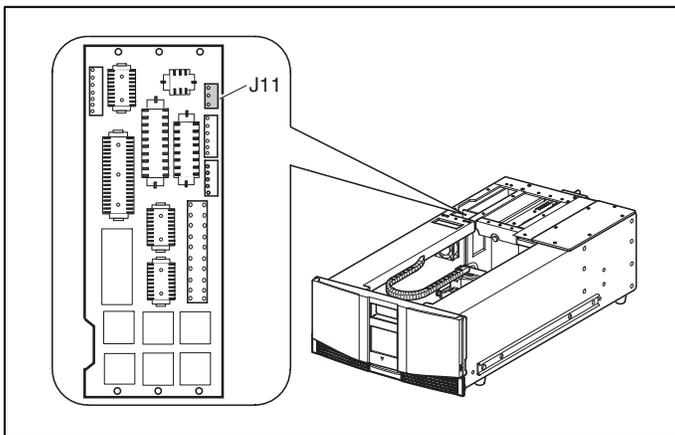

Figura 6: posizione J11
11. Collegare il connettore a 3 piedini della ventola sostitutiva dell'alloggiamento della scheda alla scheda madre dell'alloggiamento stesso, nella posizione J11. Vedere la Figura 6.